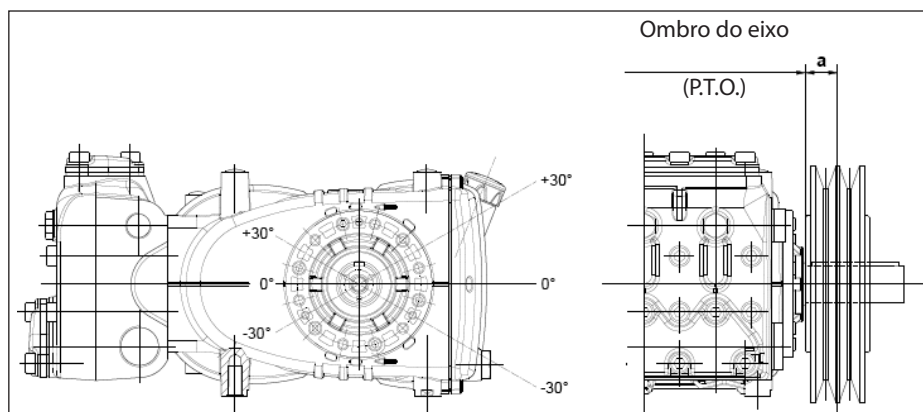

Fig. 10
A carga radial sobre o eixo não deve ser superior a 3000 N (valor necessário para a definição do layout). A transmissão é considerada adequada, se tal carga é aplicada a uma distância máxima de **a=30 mm** do ombro do eixo (P.T.O) conforme indicado na Fig. 10.
- b) Use correias de alto rendimento - por exemplo **XPB** ao invés de **SPB** - pois resultará na necessidade de uma quantidade inferior de correias para a mesma potência transmitida e uma conseqüente distância inferior da resultante em relação ao ombro do eixo (P.T.O.) "a" de Fig. 10.